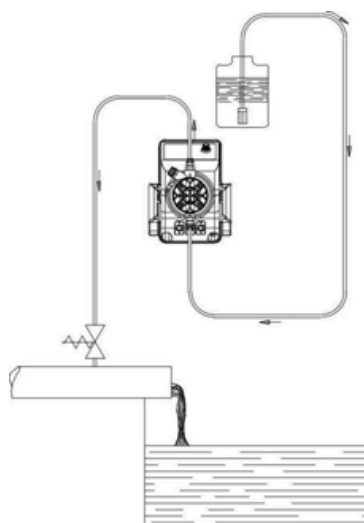

Fig. 6
- Se l'impianto da trattare lavora alla pressione atmosferica (additivazione a scarico libero) ed il serbatoio dell'additivo deve essere assolutamente posizionato più in alto del punto di iniezione (Fig. 6), controllare periodicamente la funzionalità della valvola di iniezione, in quanto la sua eccessiva usura potrebbe portare all'immissione dell'additivo nell'impianto per caduta (anche ad apparecchiatura ferma). Se il problema dovesse permanere, inserire una **valvola di contropressione C** opportunamente tarata tra la pompa dosatrice ed il punto di iniezione (Fig. 6). Per liquidi che emanano esalazioni aggressive, non installare la pompa sopra al serbatoio a meno che tale serbatoio risulti chiuso ermeticamente.